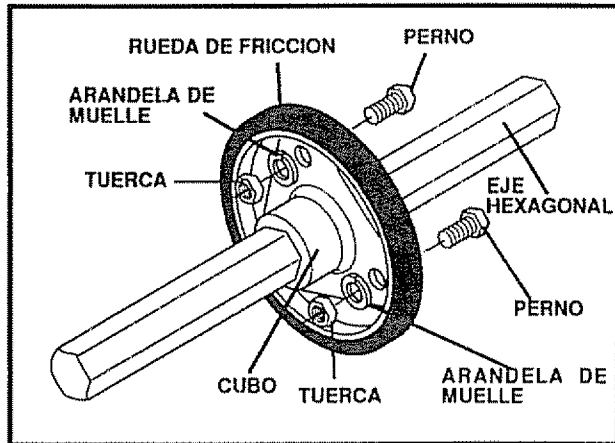

FIG. 32
- Remueva los tres (3) pasadores que sujetan la rueda de fricción al cubo (vea la Fig. 32) y colóquelos a un lado.